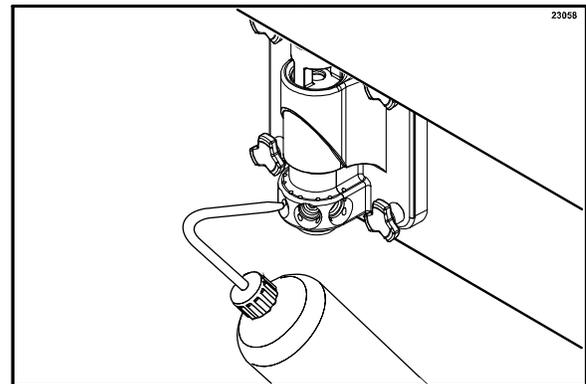

図26
6. スクィーズボトルに消毒液を満たします。容器を下に置き、スクィーズボトルの先端をシロップポートへ差し込み、ボトルを強くしぼります。これにより消毒溶液が近くのポートとスピナー周りから押し出されます。各ポートにつき、最低10秒間この作業を行ってください。(図26を参照)。